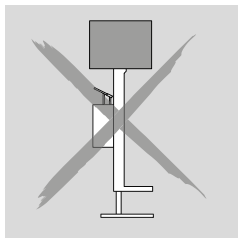

Fig. 4.2
- Les charges ne peuvent être soulevées que d'un côté. Ne pas soulever complètement la charge (fig. 4.2).